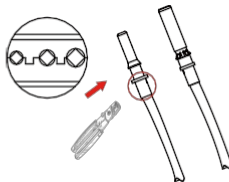

Abb. 5.4 Crimpen Sie den Kontaktstift an den Draht
- b) Crimpen Sie die Metallklammern mit einer Crimpzange, wie in Abbildung 5.4 gezeigt.